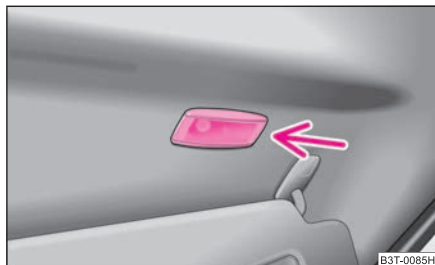

Fig. 228 Alumbrado del espejo de cortesía
- Introduzca un plano destornillador en la ranura ⇒ fig. 228 y saque la lámpara con cuidado.